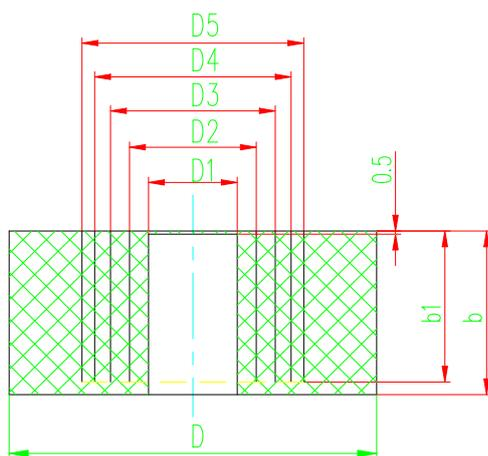

图 3
7.3.1 电源引入电缆的外径要与密封圈的孔径相等，密封圈材质为丁腈橡胶，规格及尺寸（见表 3 和图 3）可根据引入电缆外径大小剥去密封圈同心圆。配合直径